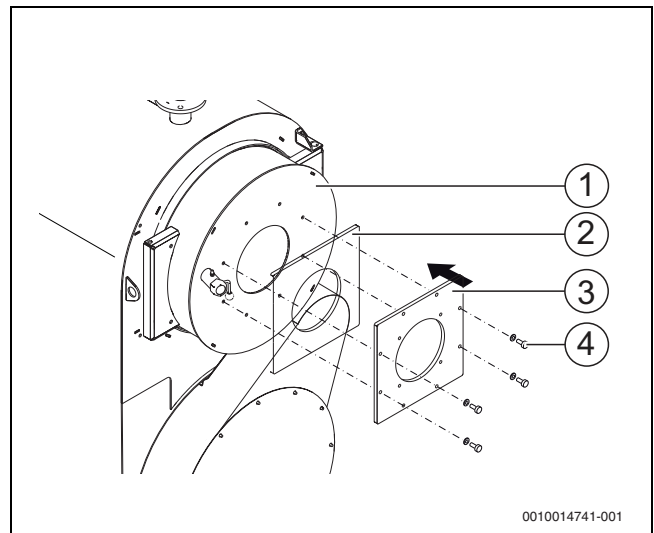

Рис. 16 Монтаж пластины под горелку
- ▶ Закрепите пластину под горелку (→ рис. 16, [3], стр. 24) с уплотнением [2] на двери топочной камеры [1] болтами с шайбами [4].